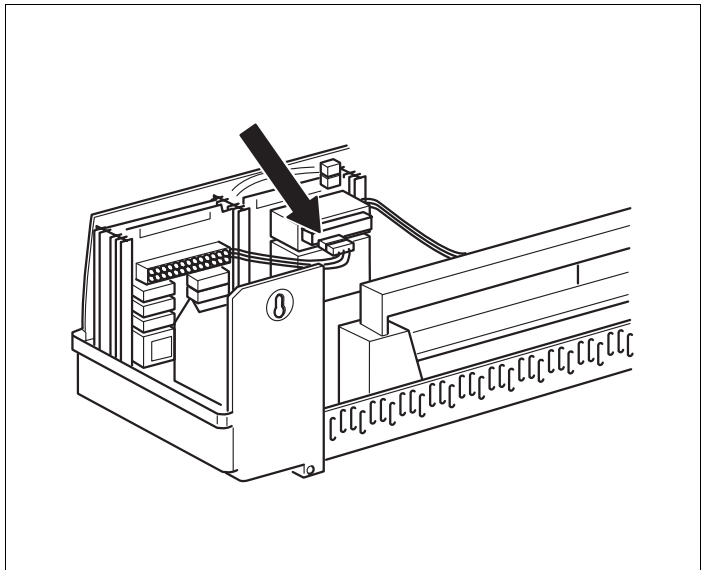

Bild 16 Herstellen der 230-V-Spannungsversorgung
- 230-V-Modulanschlussstecker an der vorgesehenen Position in die Steckerleiste einstecken (für Modulanschluss an Steckplatz 2, → Bild 16).